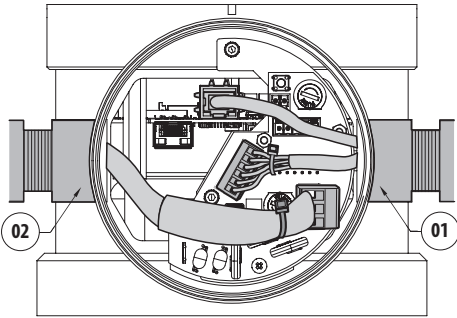

Abb. 17
Für die Installationen nach dem Standard UL/CSA sind die Ethernet-, Alarm, Reset-, Relais- und Glasfaserkabel über den rechten Kabeleingang (01), wie in der folgenden Abbildung gezeigt, einzuführen (Abb. 17, Seite 32).
Für Installationen nach den Standards UL/CSA das Versorgungskabel über den linken Kabeleingang (02) durchführen, siehe Abbildung (Abb. 17, Seite 32).